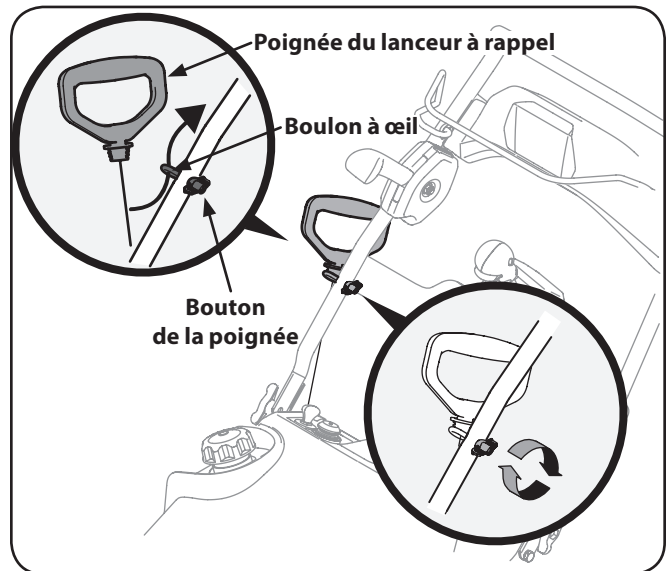

Figure 3-11
- Placez le boulon à œil et le bouton de la poignée sur la poignée supérieure comme indiqué à la Figure 3-11. Ne serrez pas complètement la quincaillerie.
- Glissez la corde du lanceur à rappel dans le boulon à œil à partir de l'arrière de la souffeuse. Voir Figure 3-11.